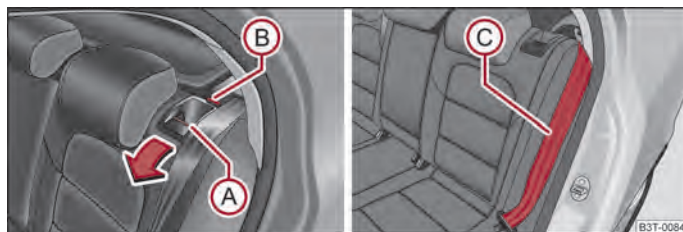

Fig. 61 Desbloquear el respaldo/bloquear el respaldo
- Presionando el asidero de desbloqueo (A) ⇒ fig. 61 desbloquea el respaldo y lo abate hacia delante.
- Coloque el cinturón de seguridad lateral trasero (C) ⇒ fig. 61 detrás del borde del revestimiento lateral.
- Cerciórese de que la espiga roja (B) no sea visible.